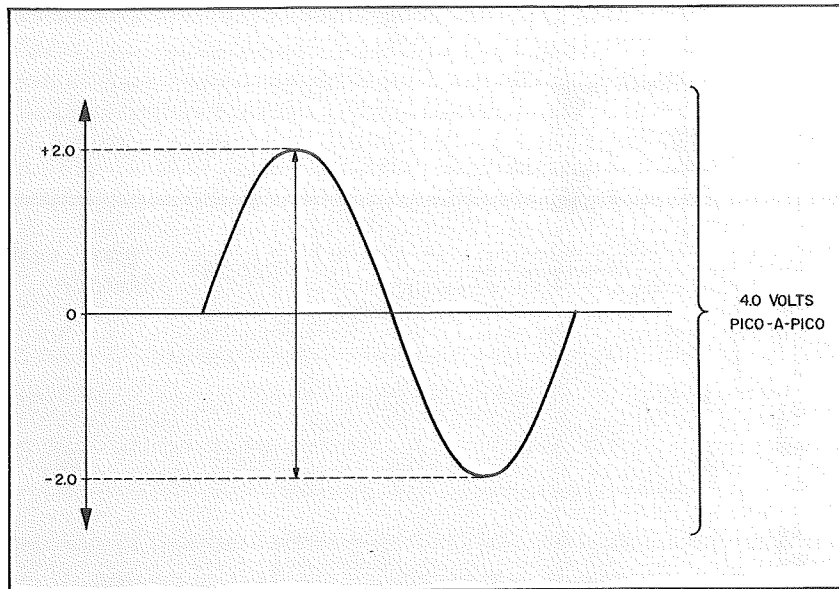

FIGURA 1
- Os gravadores cassete, em geral, são de baixa qualidade dado ao seu preço relativamente moderado. Assim sendo, não é qualquer gravador capaz de reproduzir o mínimo de sinal exigido pelo microcomputador. E qual é esse mínimo? No dizer da equipe de Sir Clive Sinclair, o *mínimum-minimorum* é de 2,0 volts ou, em se tratando de um sinal de onda senoidal, 4,0 volts pico-a-pico (figura 1).